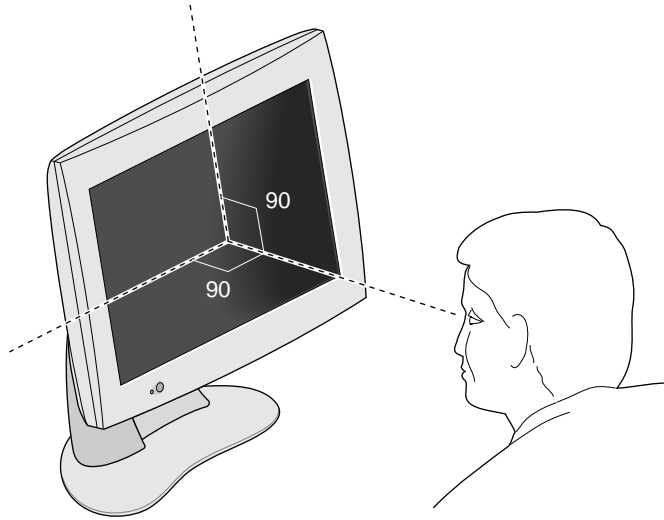

Abbildung 1-5 Der optimale Blickwinkel für den Flachbildschirm
- Stellen Sie die Höhe des Monitors so ein, daß sich der Bildschirm in Augenhöhe oder etwas tiefer befindet. Um eine so helle und farbgetreue Bildwiedergabe wie möglich zu erreichen, sollten Sie möglichst senkrecht (in einem 90°-Winkel) auf den Bildschirm blicken. Siehe Abbildung 1-5. (Grenzwerte für den Blickwinkel finden Sie in Tabelle 3-1.)